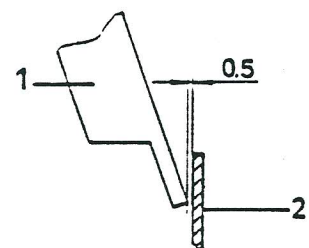

Abb. 15
- Blech durch Verschieben des Anschlages 4 (Abb. 15) so einstellen, daß sich im unteren Totpunkt des Kantenschneidmessers zwischen Obermesser und Klappenblech ein Mindestabstand von 0,5 mm ergibt. (Abb. 15)